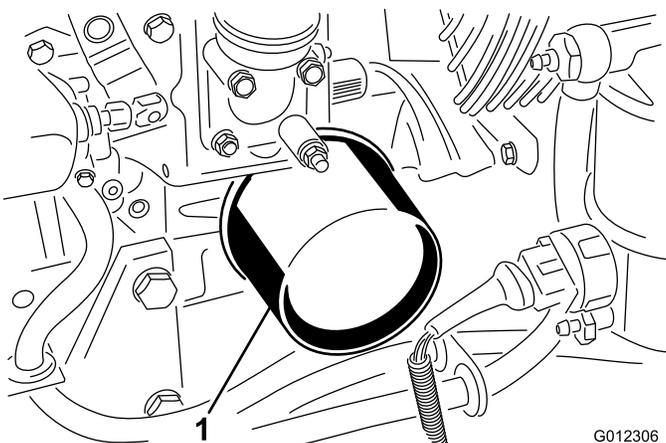

Bild 32
3. Entfernen Sie den Ölfilter (Bild 32).